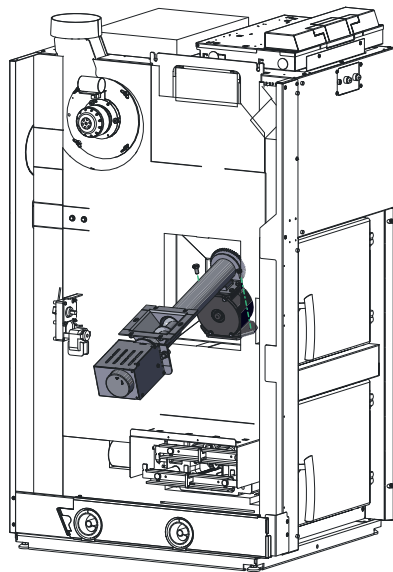

Fig. 33 Avvitare l'unità tubo della coclea valvola rotativa, per il momento solo a mano
- Avvitare l'unità tubo della coclea valvola rotativa alla caldaia con 2 viti a testa esagonale (M10 x 20) per il momento solo a mano – Fig. 33.